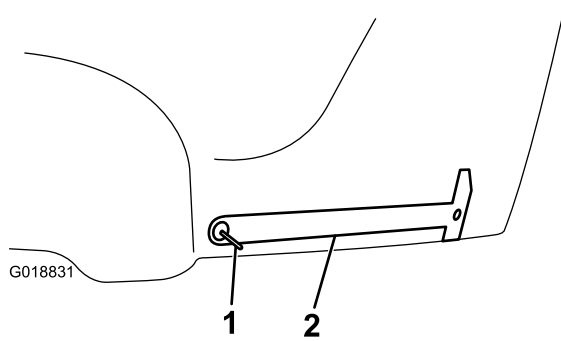

Figur 6
13. Använd en nit för att tillfälligt hålla sidopanelsmallen i det främre hålet, rikta in den spetsiga änden på mallen med den nedre änden på flaket och borra ett 8 mm stort hål (Figur 6).